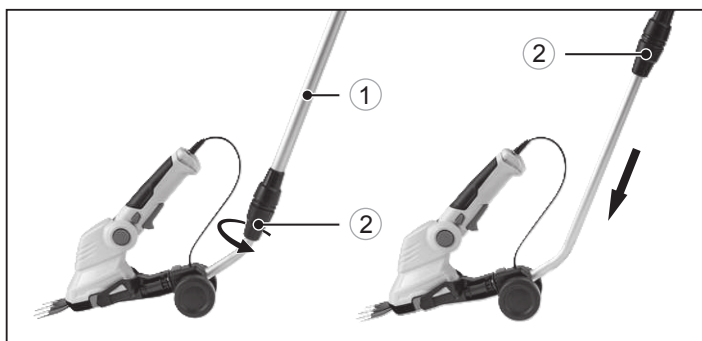
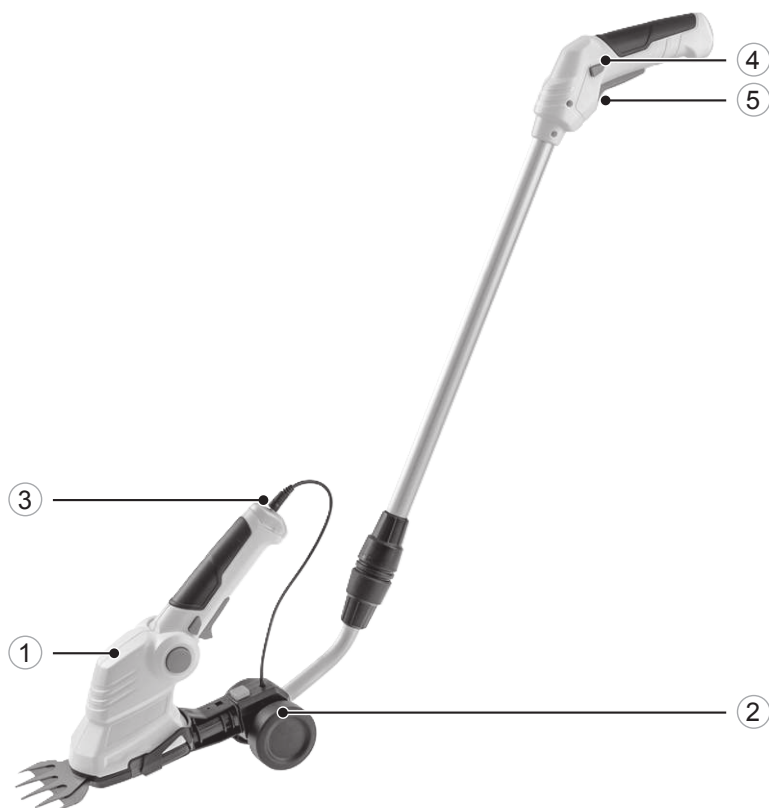

рис. 8
рис. 9
Для регулировки телескопической рукоятки возьмите трубку (1) одной рукой и ослабьте гайку регулировки (2) другой рукой (рис. 8). Подберите необходимую длину телескопической рукоятки, а затем закрутите регулировочную гайку (2). Присоедините устройство (1) к телескопической рукоятке с колесным блоком (2) и подключите к нему кабель управления (3) (рис. 9). Для использования устройства удерживайте кнопку снятия блокировки (4) (рис. 9) и нажмите кнопку запуска (5). Затем можете отпустить кнопку блокировки (4) (рис. 9). После того как вы завершите работу и отпустите кнопку запуска устройства (5), ножницы-кустореж вновь будут заблокированы.